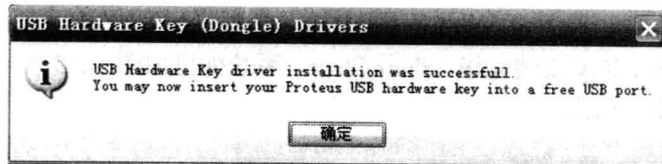

图 1.2.7 提示插入加密狗界面图
(5) 显示加密狗驱动安装完成后, 提示现在可以将加密狗插入到电脑的 USB 接口上, 如图 1.2.7 所示。插入加密狗后, 红色指示灯亮, 表明安装已经完成。